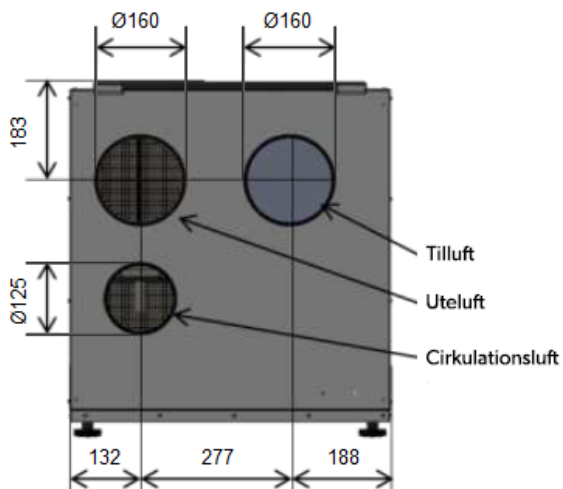

Bild 7 Luftanslutningar på tilluftsaggregatet
2. Anslut utomhusledningen till stosen uteluft på tilluftsaggregatet (bild 7).